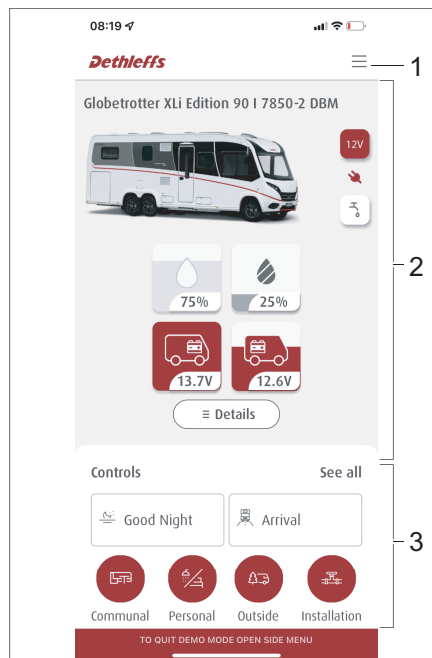

Fig. 300 Structure de l'application Dethleffs Connect
- Rubrique Menu (Fig. 300,1)
- Informations sur le véhicule (Fig. 300,2)
- Rubrique Commandes et Scénarios (Fig. 300,3)